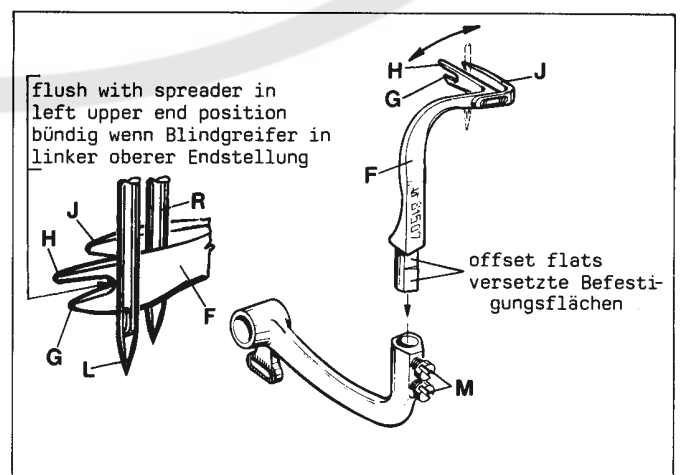

Fig.6
Before inserting a new spreader (F, Fig. 6) remove thread hook (J). This facilitates the visual check of the adjustment.
For adjustment of spreader (F, Figs. 6 and 7) with respect to the needles (L and R), the shank of spreader (F) has two offset flats.
First snug one screw (M, Fig. 6) on the flat of the spreader shank which obtains the following position of the spreader: When rotating the handwheel in operating direction spreader (F, Fig. 7) should pass with the tip of its upper prong (H) in a distance of 0.25 to 0.3 mm (.010 to .012") behind the left needle (L) and its face (K) should not contact the front of the right needle (R). Now tighten the second screw (M, Fig. 6).
In the extreme left upper end position of spreader (F, Fig. 6), the bottom of the cutout between the two looper prongs (G and H) should be flush with the left side of the left needle (L).
Remount thread hook (J, Fig. 6) on spreader (F).
Antes de colocar el nuevo spreader (F, Fig. 6) retire el gancho retenedor del hilo (J). Esto permite visualizar mejor el ajuste.
Para ajustar el spreader superior (F, Figs. 6 y 7) con respecto a las agujas (L y R) el cuello del spreader (F) tiene dos superficies planas.
Primero acomode un tornillo (M, Fig. 6) contra la parte plana del cuello del spreader, con lo cual se alcanzará la siguiente posición del spreader: Cuando se gire el volante en dirección de costura, el spreader (F, Fig. 7) debe pasar con la punta de su tenaza (H) a una distancia de 0.25 a 0.3 mm por detrás de la aguja izquierda (L) y su cara (K) no debe tocar el frente de la aguja derecha (R). Apriete el segundo tornillo (M, Fig. 6).
En la extrema posición superior izquierda del spreader (F, Fig. 6) la parte inferior del corte entre las tenazas del looper (G y H) debe estar al nivel del lado derecho de la aguja izquierda (L).
Monte de nuevo el gancho retenedor del hilo (J, Fig. 6) en el spreader (F).